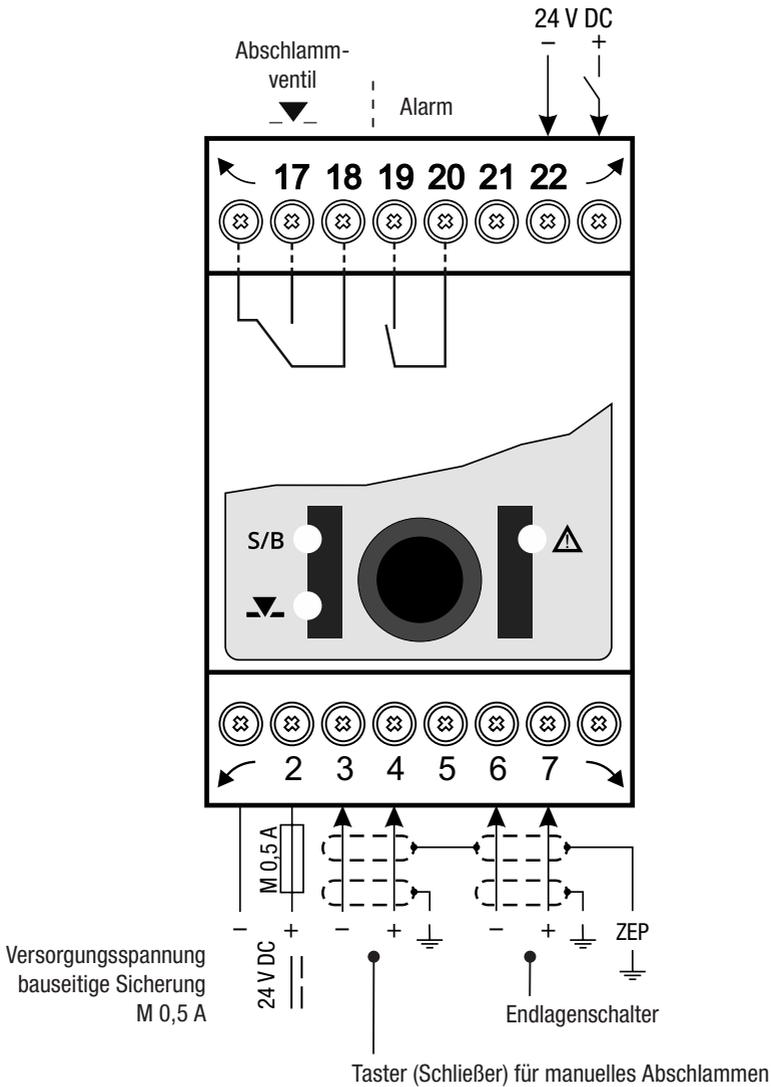

Fig. 4
- Schließen Sie den Abschlam-Timer und alle zugehörigen Komponenten gemäß dem Anschlussplan Fig. 4 in dieser Anleitung an.
- Schließen Sie die Ausgänge gemäß dem Anschlussplan Fig. 4 an. Das Alarmrelais ist im fehlerfreien Fall geschlossen. Der Anschlussplan zeigt den spannungsfreien Zustand.